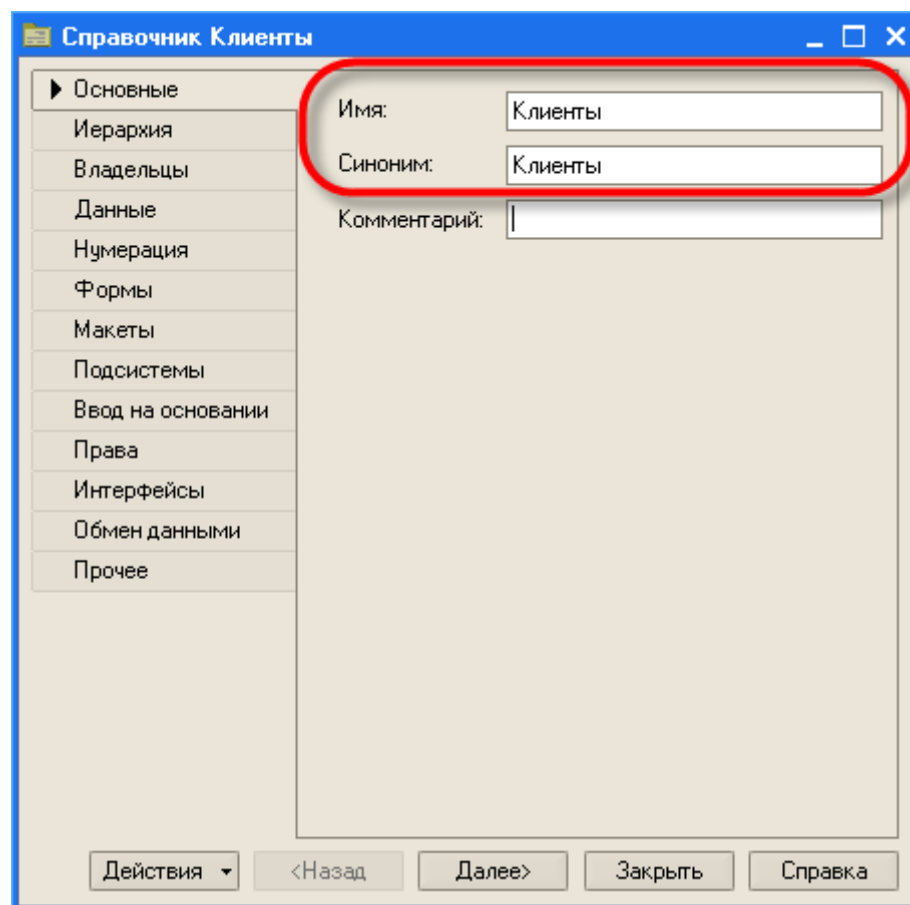

Рис. 6. Зададим имя и синоним справочника
4. На основании имени платформа автоматически создаст *синоним* – Клиенты. Свойство Синоним также есть у любого объекта конфигурации. Оно предназначено для хранения «альтернативного» наименования объекта конфигурации, которое будет использовано в элементах интерфейса программы, то есть будет показано пользователю (рис. 6).